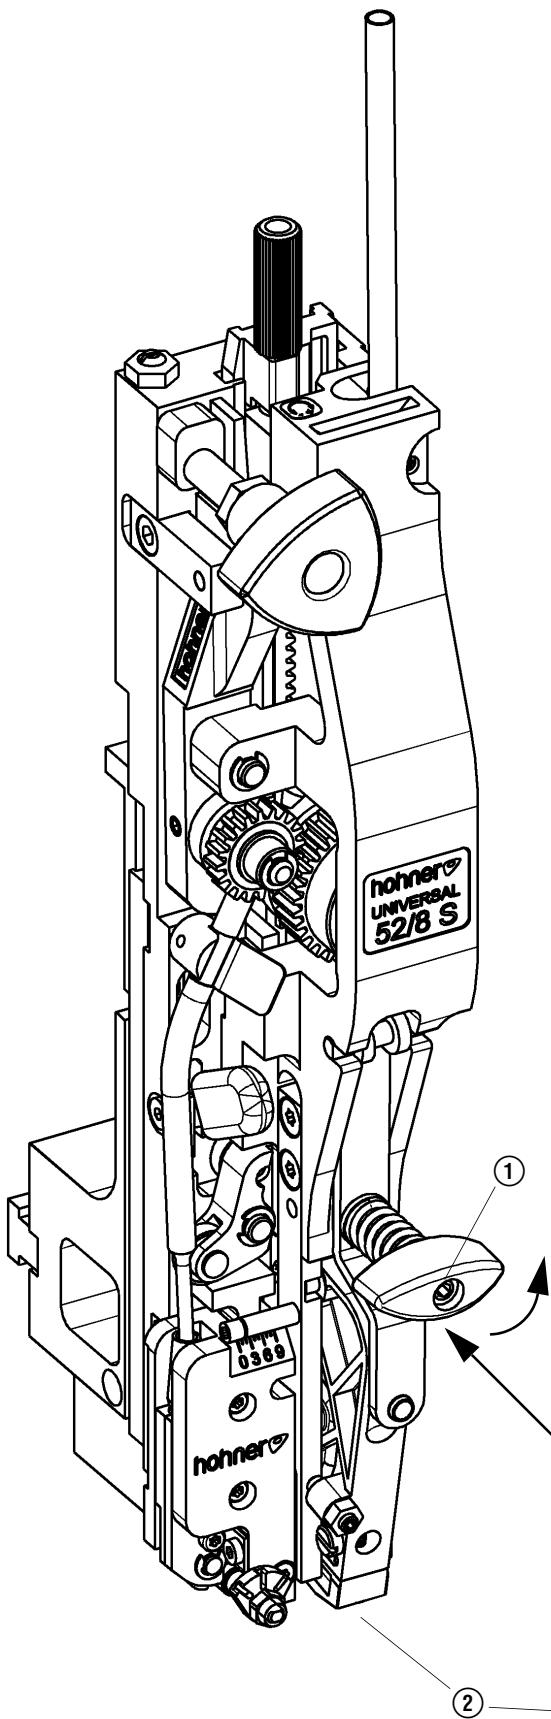
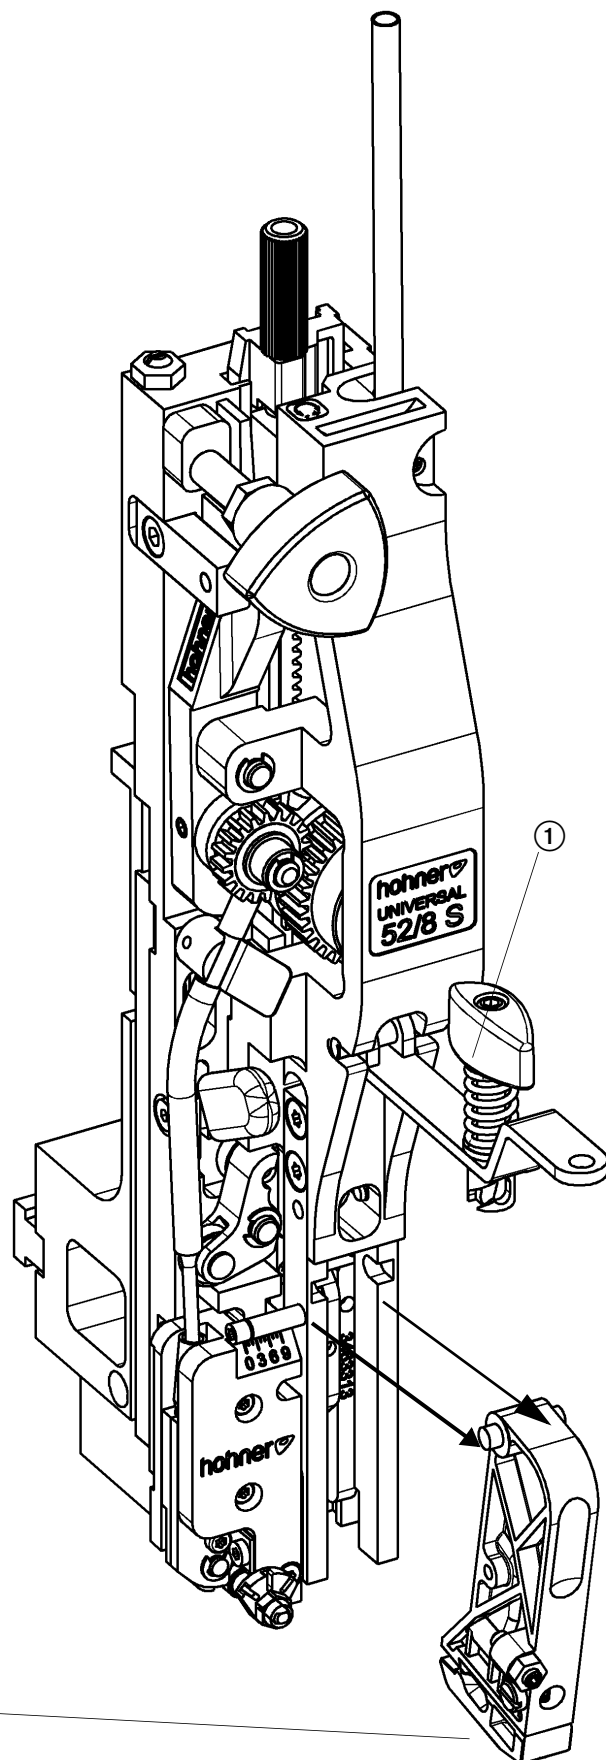

Fig. 23
Fig. 24
- Fig. 23, Fig. 24 -
- Presionar ligeramente la manilla de tensado ①, girarla 90° hacia la izquierda (en sentido contrario a las agujas del reloj) y abatirla hacia arriba.
- Extraer el moldeador ② por delante.